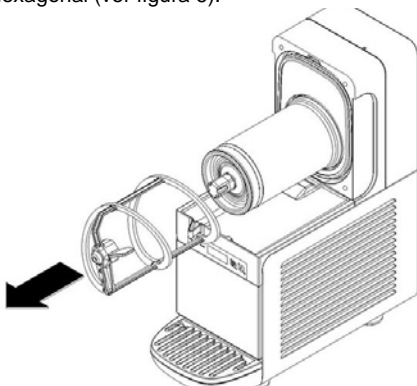
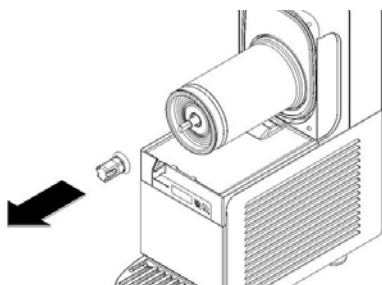

**figura 3**
**figura 4**
**2** Desmonte el recipiente, empujando ligeramente su parte inferior (lado del grifo) hacia arriba, para liberarlo de los enganches inferiores (ver figura 3), y extrayéndolo luego por delante (ver figura 4).